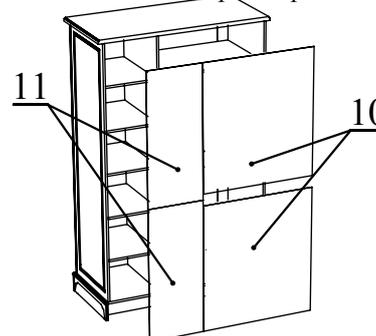

Рис. 7 - Схема установки стенок задних.
**3.2** Прикрепите стенки задние (10,11) при помощи гвоздей 2x20мм (с шагом 100-120мм) по краям изделия, а стыки стенок закрепите шайбами ФБ 296 (с шагом 200мм) предварительно проверив диагонали корпуса (рисунок 7). Обязательно устраните перекося изделия.